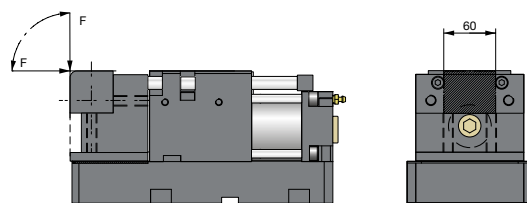

Fig. 12c: Iniciación de la fuerza
El componente del usuario (p.e. guía vertical) (1) debería sujetarse mediante dos o cuatro tornillos en los orificios roscados existentes (2) (Fig. 12c).